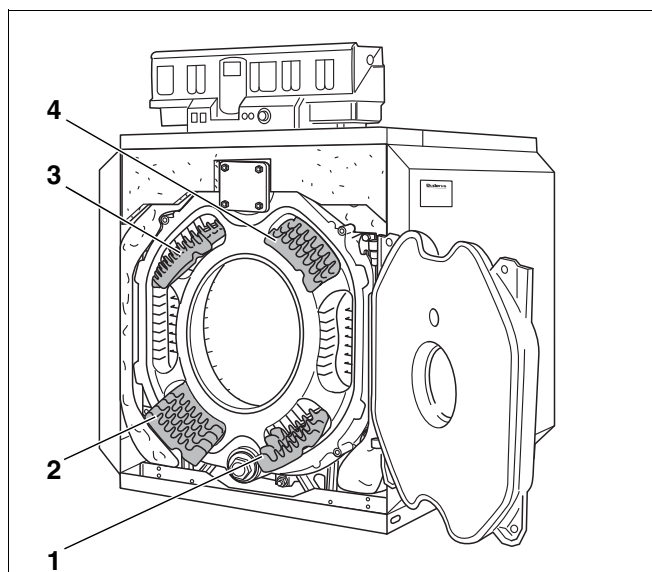

Рис. 51 Удаление направляющих пластин дымовых газов.
- Из газоотводящих каналов вынуть вперед направляющие пластины дымовых газов (рис. 51, поз. 1 – 4).